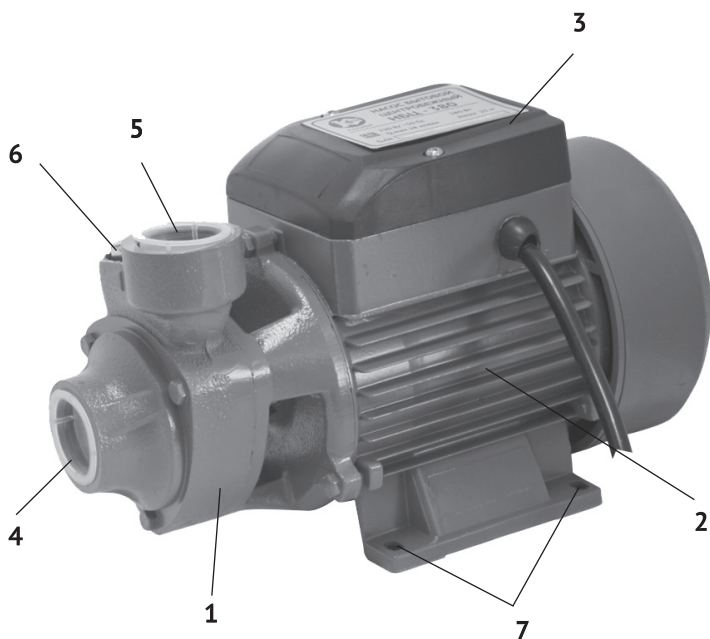

рис. 1
Насос – гидравлическая машина, преобразующая механическую энергию приводного двигателя в энергию жидкости, обеспечивающую её движение. Привод насоса осуществляется однофазным асинхронным двигателем переменного тока (рис.1 поз.2). На якорь двигателя крепится латунное рабочее колесо (крыльчатка) насоса, расположенное в металлическом корпусе (рис.1 поз.1). На корпусе насоса стрелкой указано направление вращения рабочего колеса. Входное (всасывающее рис.1 поз.4) и выходное (нагнетающее рис.1 поз.5) отверстия имеют внутреннюю резьбу 1 дюйм. В комплект поставки входят 2 штуцера для присоединения труб (шлангов) с резьбой 3/4".
1.6 Общий вид насоса представлен на рис.1
- для уменьшения вибрации рекомендуется закрепить насос (болтами, саморезами), используя 4-е отверстия в лапках опоры (рис.1 поз.7);
- после электрического подсоединения, блок управления (рис.1 поз.3) должен быть плотно закрыт, чтобы избежать попадания в него влаги;
- выкрутить пробку заливного отверстия (рис.1 поз.6);